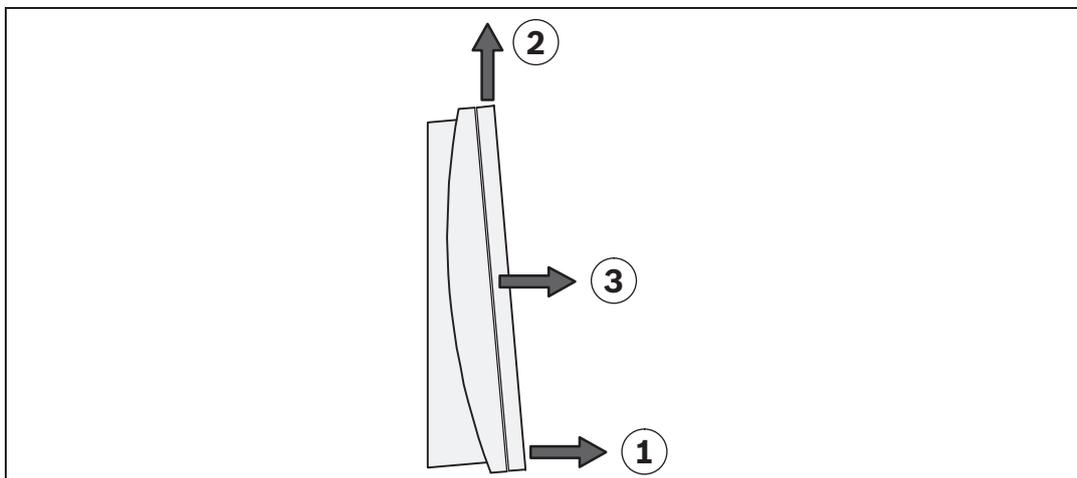

Figura 4.3: Rimozione del coperchio dell'alloggiamento
4. Allentare le viti dell'alloggiamento e rimuovere il coperchio (vedere Figura 4.3):
- Tirare in avanti il coperchio nell'area inferiore di circa 1 cm (1).
- Sollevare leggermente il coperchio verso l'alto (2).
- Tirare in avanti il coperchio per rimuoverlo (3).